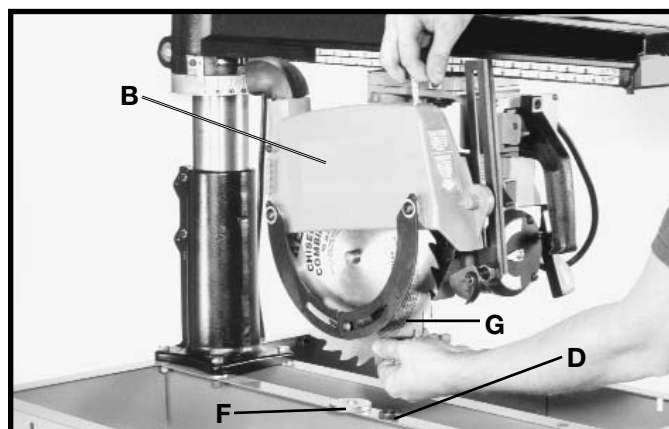

Fig. 14
5. Levante el protector de hoja (B) Fig. 14 y quite la tuerca de árbol (D), la pestaña exterior de la hoja (F) y la hoja (G). Quite entonces el protector de hoja (B).